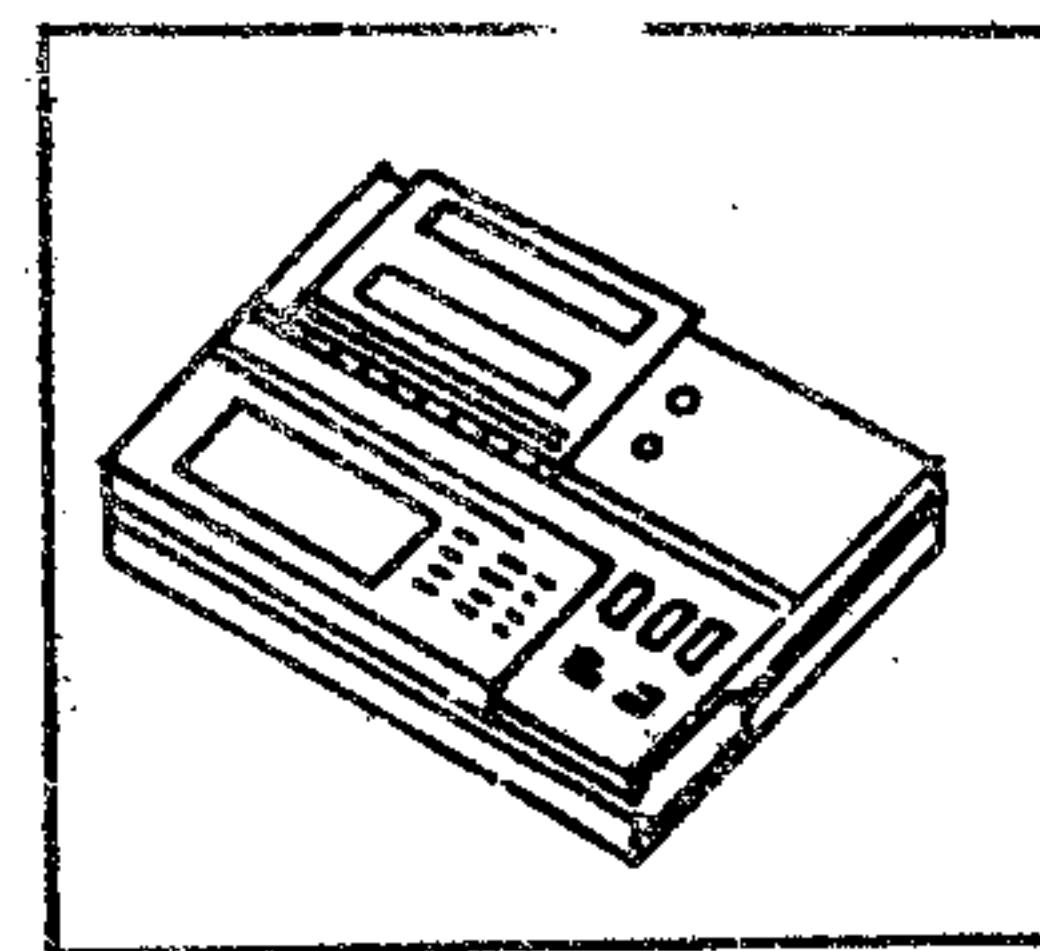

Рис. 6.4
3) удалите крышку плоттера, сместив её так, как показано на рис. 6.4;
2) снять крышку плоттера, сдвигая ее так, как было показано на рис. 6.4;